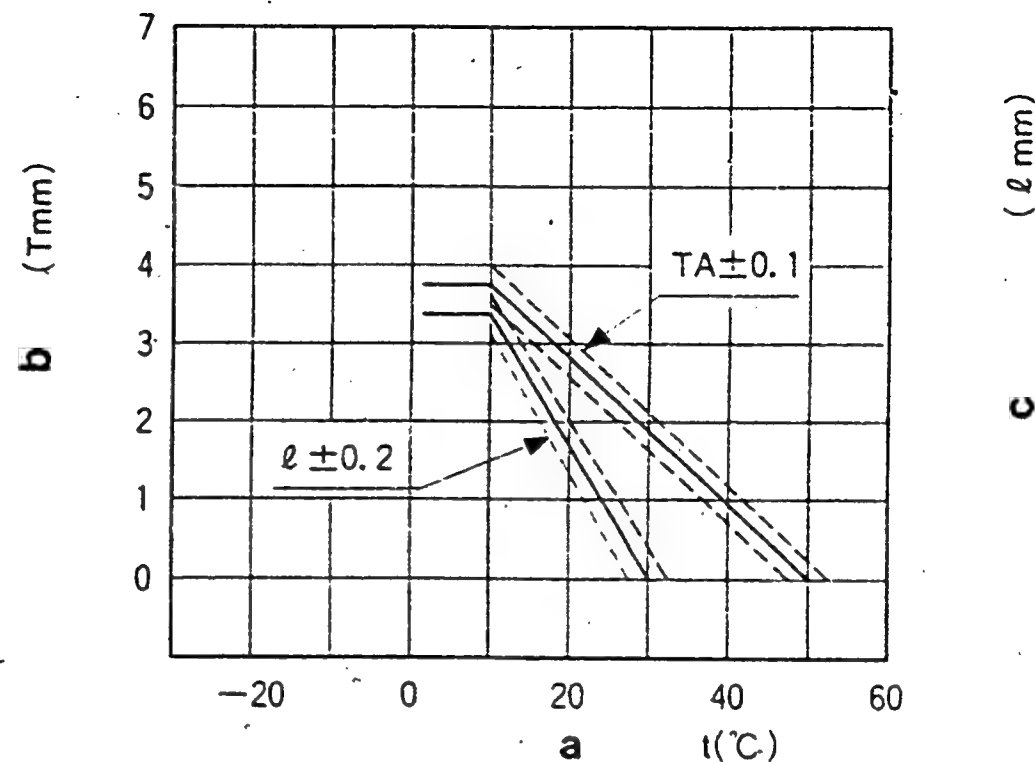

Bild 28
1. Verstellerweg einstellen (siehe Abb. 28 und 29)
2. Leerlaufanhebung einstellen (siehe Abb. 28 und 29)